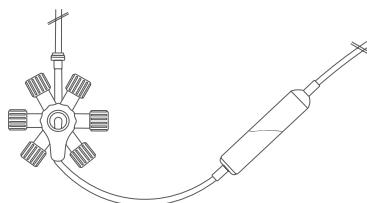

Fig. 1 Amorçage de la chambre compte-gouttes
8. Maintenez la chambre compte-gouttes (8) en biais à l'envers et positionnez-la au même niveau que le RondelO. Ouvrez ensuite la pince à roulette (9) de l'ensemble intraveineux et remplissez la chambre compte-gouttes (voir Fig. 1).